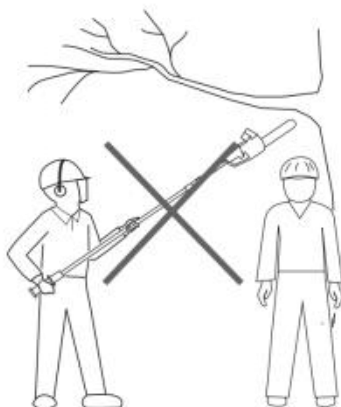

Fig. 52
5. Trzymaj inne osoby z dala od końcówki tnącej produktu oraz w bezpiecznej odległości od miejsca pracy. Zachowaj minimalną odległość od osób postronnych wynoszącą 10 m (rys. 52).